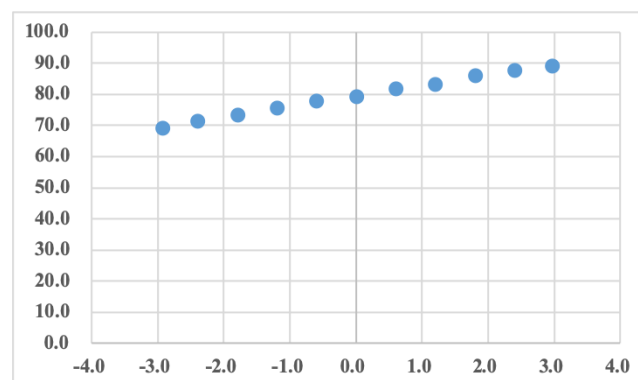

図 12: 信号電圧と被変調波出力周波数のグラフ
4. 信号電圧と被変調波出力周波数の関係を 図 12 に示す。